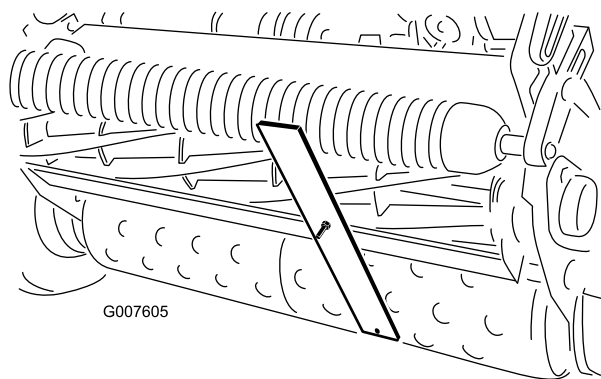

Figura 50
4. Agganciate la testa della vite sul tagliente della controlama, e appoggiate la parte posteriore della barra sul rullo posteriore (Figura 50).